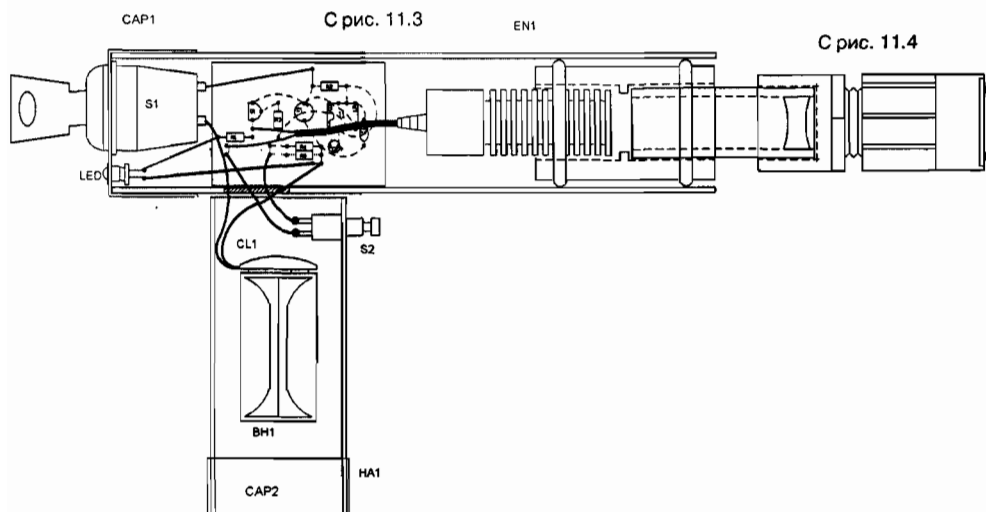

Рис. 11.5. Вид корпуса и внутренних деталей в рентгеновских лучах
5. Полностью вставьте LTUBE1 в другой конец сборки до внутреннего центрального выступа. Теперь ваша сборка аналогична изображенной на рис. 11.5.